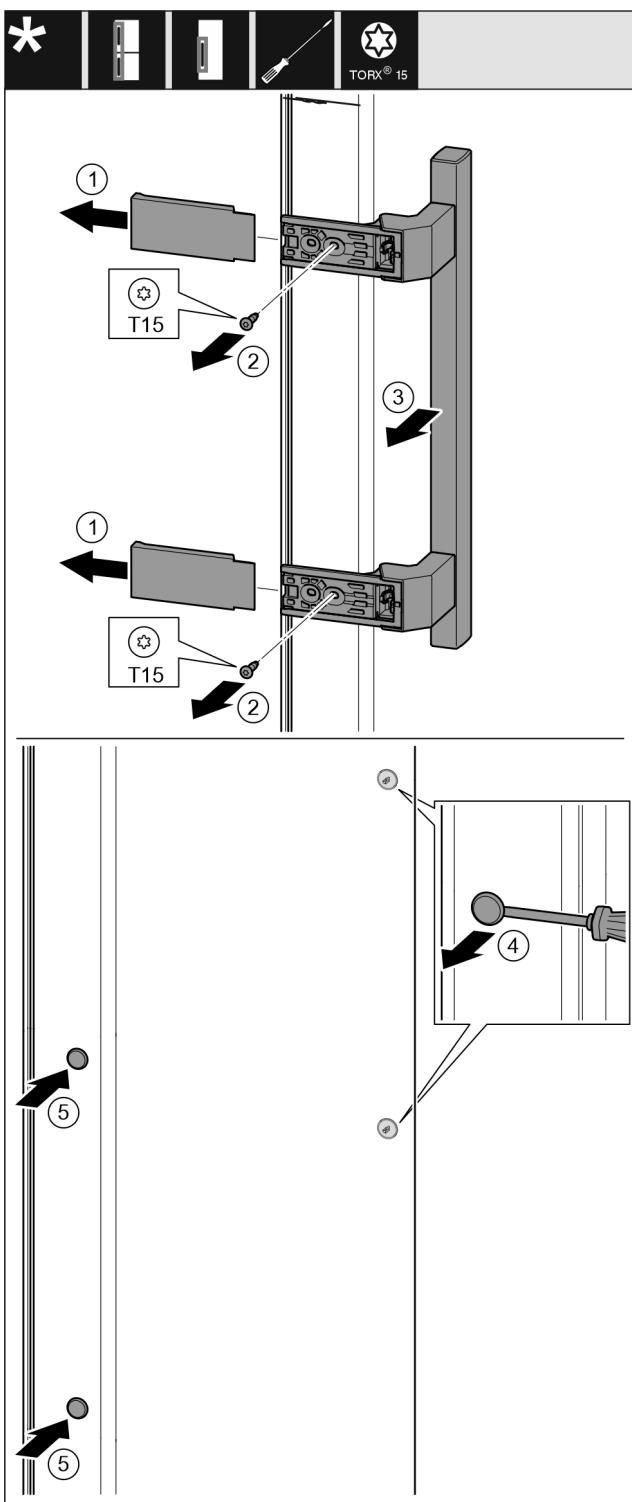

Fig. 17
- Snemite pokrov. Fig. 17 (1)
- Izvijte vijke z izvijačem T15. Fig. 17 (2)
- Snemite ročaj. Fig. 17 (3)
- S ploščatim izvijačem previdno dvignite stranski čep in ga izvlecite. Fig. 17 (4)
- Čep ponovno vstavite na drugi strani. Fig. 17 (5)